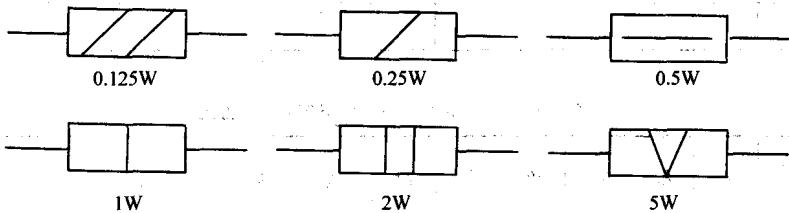

图 1-3 电阻器额定功率的符号
(3) 额定功率 额定功率是指在规定气压、温度等条件下，电阻器长期工作时所允许承受的最大电功率。一般电阻的额定功率分为1/16、1/8、1/4、1/2、1、2、5、10W等数值。额定功率越大，电阻的体积也越大。图1-3是电阻器额定功率的符号。